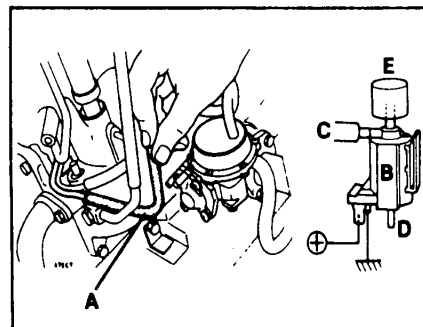

Рис. 15 Проверка редукционного электромагнитного клапана
- Отсоедините вакуумный шланг от клапана управления воздухом и заглушите шланг пальцем (рис. 15, А).
- Отсоедините вакуумный шланг с электромагнитного клапана (рис. 15, В) и убедитесь в свободном проходе воздуха из патрубка С в подрубку D.